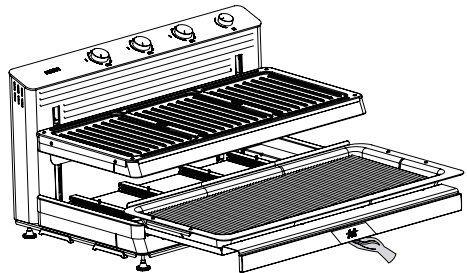
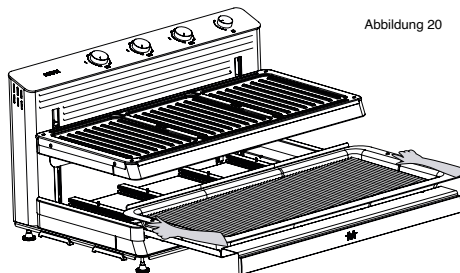

Abbildung 20
Abbildung 21
- Wenn nach Abschluss des Vorgangs nicht weiter gekocht wird, stellen Sie die Ein-/Aus-Schalter auf der Rückseite des Geräts auf die Position (0) und ziehen Sie den Netzstecker aus der Steckdose.
- Nachdem das Produkt vollständig abgekühlt ist, ziehen Sie es am Griff zu sich heran (Abbildung 20) und nehmen Sie das im Produkt befindliche Tablett und den Rost vorsichtig heraus (Abbildung 21).